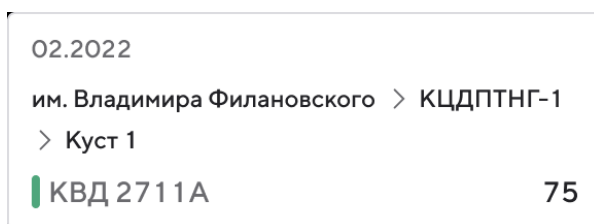

Рисунок 196 — Дополнительное окно с информацией по выбранному оборудованию
6. Подведите указатель к столбцу диаграммы оборудования. Откроется дополнительное окно (Рисунок 196).